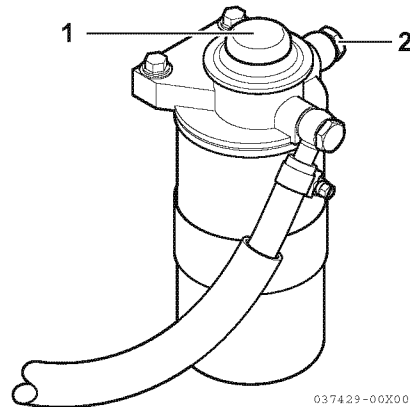

Figura 3
3. Afloje el tornillo de purga de aire (2, **Figura 3**).
4. Presione hacia arriba y hacia abajo sobre la bomba de cebado (1, **Figura 3**) para liberar el aire a través del tornillo de purga de aire.